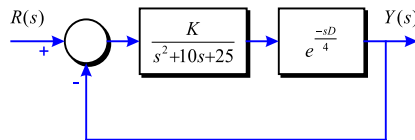

Figura 5-24
**Problema 163** Un procés de barreja de líquids per obtenir un grau d'acidesa concret, és el donat a la Figura 5-24 on  $D$  és la distància del controlador al sensor de mesura del pH.